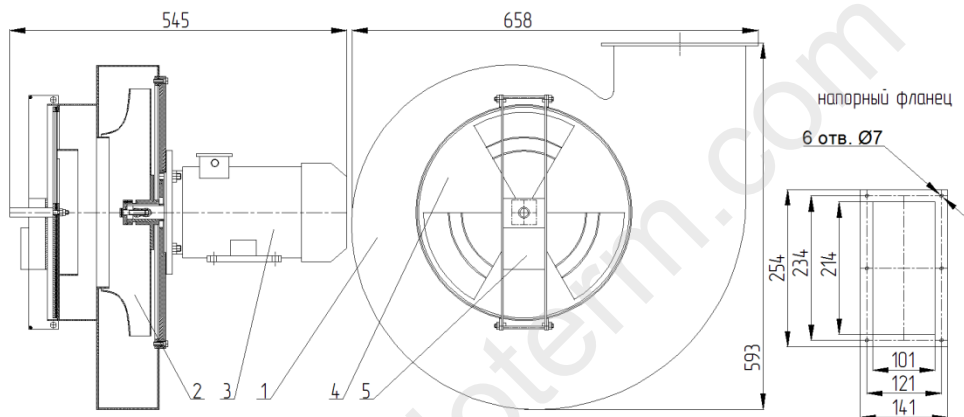

Рис. 4 –Вентилятор ВД-3,5 (Э) (1- корпус, 2-рабочее колесо, 3-эл. двигатель, 4- шибер, 5- привод шибера.
3.1 Вентилятор состоит из шести основных частей (рис. 4): корпуса, электродвигателя, рабочего колеса, шибера, привода шибера (по заказу).